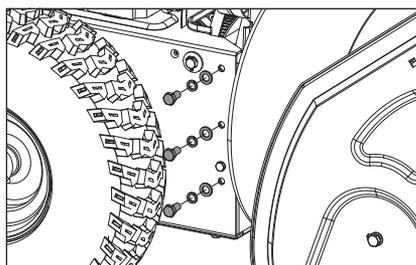

Figure 63
5. Retirez le logement de la tarière de la base du moteur en enlevant les trois boulons M8 x 16, les rondelles plates et les rondelles de blocage de chaque côté. (Fig. 63)